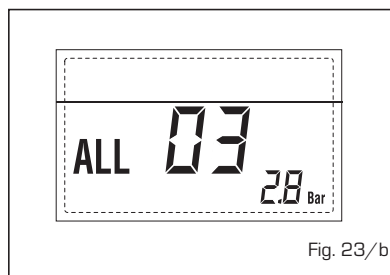

Fig. 23/b
- **D.H.W. SENSOR ALARM 04** (fig. 23/c)